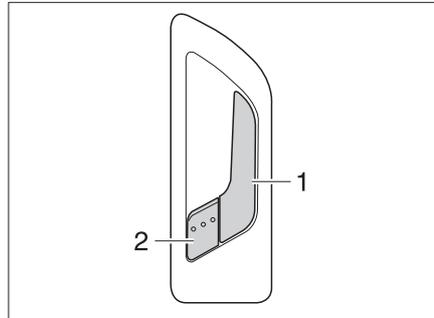

Bild 34 Türschloss Eingangstür, innen
- Am Griff (Bild 34,1) ziehen. Das Türschloss wird entriegelt. Der Sicherungshebel (Bild 34,2) springt automatisch heraus.
- Den Sicherungshebel (Bild 34,2) drücken.